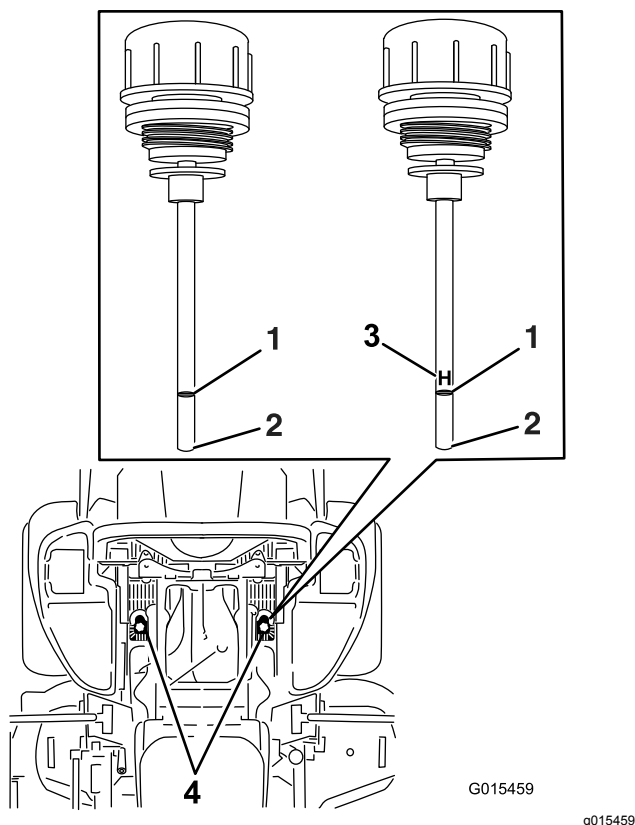

Figure 85
5. Nettoyez la surface autour des jauges des réservoirs du système hydraulique (Figure 85).
6. Sortez une jauge du réservoir hydraulique (Figure 85).
8. Ressortez la jauge et examinez l'extrémité (Figure 85).